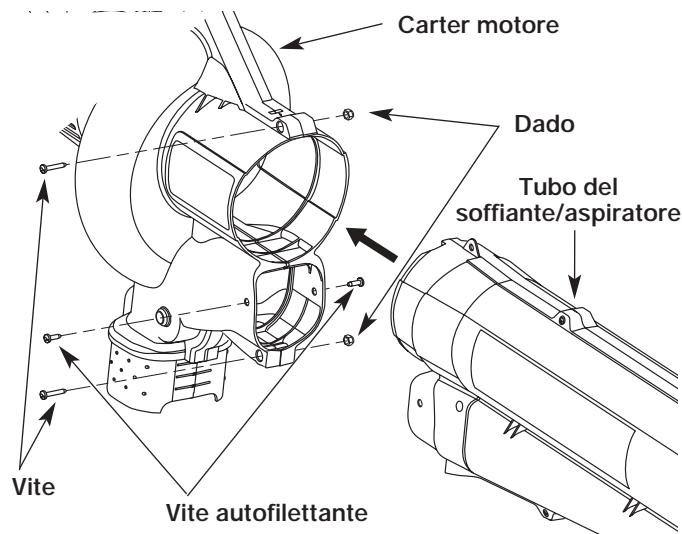

Fig. 1
- Inserire il tubo del soffiante/aspiratore a fondo nell'apertura del carter motore facendo attenzione che i fori delle levette del tubo si trovino allineati ai fori a vite del carter (Fig. 1).
2. Togliere le 2 (due) viti e dadi che fissano il tubo del soffiente/aspiratore al carter (Fig. 1).